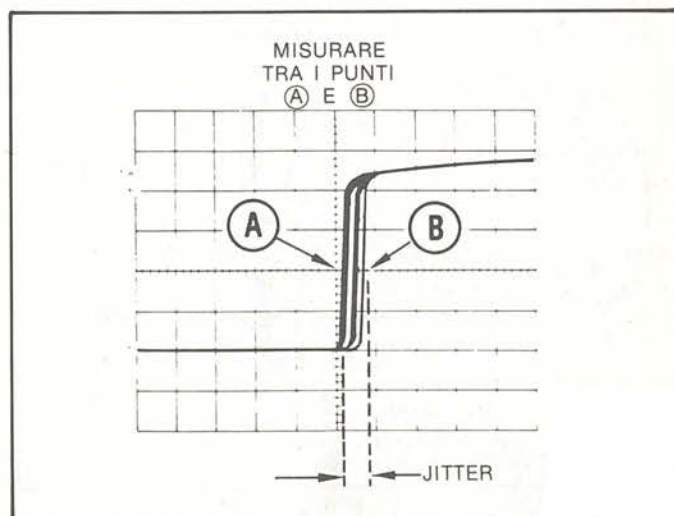

Figura 48
Per misurare il tempo di incertezza (o jitter), nell'inizio della traccia relativa ad un impulso (si veda la figura 48), conviene seguire la seguente procedura:
- Con riferimento alla figura 48, misurare la distanza in divisioni tra i punti A e B e calcolare il tempo di incertezza dovuto al jitter con la seguente formula: